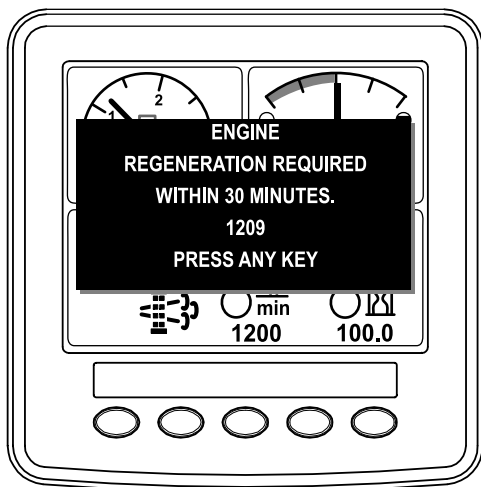

図 46
- この要求インフォセンターに表示されたアイコンを無視してマシンの使用を続けると 図 46、DPF 内部に大量のすすがたまります。